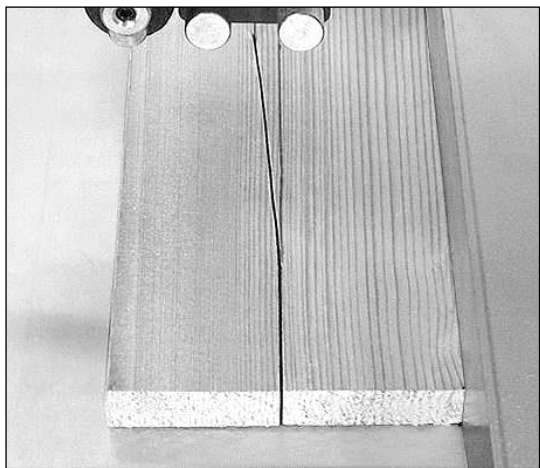

Рис. 10
Отклонение пильного полотна может происходить при использовании упора - пильное полотно отклоняется от линии реза (Рис. 10).
6. Поместите полотно на верхний и нижний шкивы и между направляющими подшипниками (рис. 10).